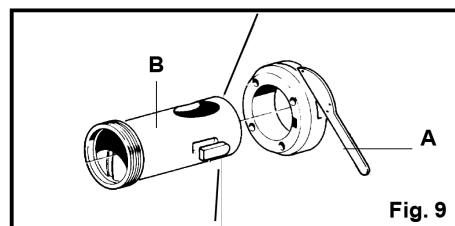

Fig. 9
1) Entriegeln Sie den Hebel (A), indem Sie ihn herausziehen, wie auf in Abb. 9 dargestellt, und setzen Sie dann die Düse (B) ein, den Hebel (A) in seine ursprüngliche Position zurückbringen. Wenn der Auslass nicht vollständig eingesetzt ist, kann der Hebel nicht perfekt in seine Position zurückkehren.